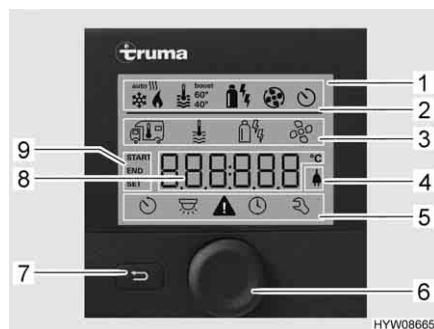
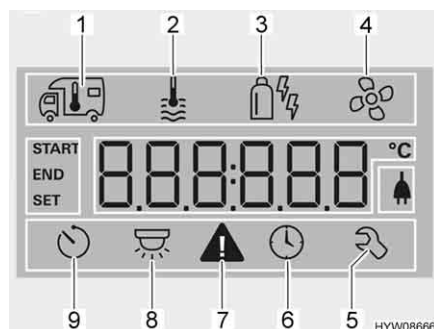

Fig. 151 Centralina di controllo con indicazioni
Fig. 152 Display (centralina di controllo)
- Riga di stato (Fig. 151,2)
- Riga di menu in alto (Fig. 151,3)
- Area di indicazione (Fig. 151,8)
- Riga di menu in basso (Fig. 151,5)
- Premere la manopola/il pulsante (Fig. 151,6) per circa 3 secondi. Vengono visualizzate entrambe le righe di menu (Fig. 151,3 e Fig. 151,5). Il primo simbolo lampeggia.
- Ruotare la manopola/il pulsante (Fig. 151,6), finché viene visualizzato il simbolo del menu desiderato.
- Premere la manopola/il pulsante per memorizzare il valore impostato. Se il valore impostato originariamente non deve essere modificato: Premere il tasto indietro (Fig. 151,7).
- Ruotare la manopola/il pulsante (Fig. 151,6), finché il simbolo del menu del riscaldamento (Fig. 152,1) lampeggia.
- Premere la manopola/il pulsante per memorizzare il valore impostato. Il simbolo nella riga di stato lampeggia (Fig. 151,2), finché viene raggiunta la temperatura impostata. Se il valore impostato originariamente non deve essere modificato: Premere il tasto indietro (Fig. 151,7).
- Ruotare la manopola/il pulsante (Fig. 151,6), finché il simbolo del menu relativo all'acqua calda (Fig. 152,2) lampeggia.
- Premere la manopola/il pulsante per memorizzare il valore impostato. Il simbolo nella riga di stato lampeggia (Fig. 151,2), finché viene raggiunta la temperatura dell'acqua impostata. Se il valore impostato originariamente non deve essere modificato: Premere il tasto indietro (Fig. 151,7).
- Ruotare la manopola/il pulsante (Fig. 151,6), finché il simbolo del menu relativo alla modalità di funzionamento (Fig. 152,3) lampeggia.
- Premere la manopola/il pulsante per memorizzare la modalità di funzionamento impostata. Se il valore impostato originariamente non deve essere modificato: Premere il tasto indietro (Fig. 151,7).
- Ruotare la manopola/il pulsante (Fig. 151,6), finché il simbolo del menu delle ventole (Fig. 152,4) lampeggia.
- Ruotare la manopola/il pulsante (Fig. 151,6), finché il simbolo del menu del timer (Fig. 152,9) lampeggia.
- Premere la manopola/il pulsante. Il timer è attivato. Il simbolo del timer (Fig. 152,9) lampeggia quando il timer è programmato e attivo.
In caso di avviso, il relativo simbolo lampeggia (Fig. 152,7). Il riscaldamento rimane in funzione. Se si tratta solo di un guasto temporaneo, il simbolo di avvertimento si spegne autonomamente.